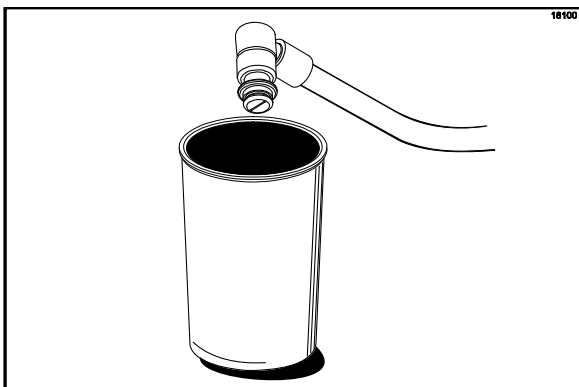

Abbildung 32
20. Anschließend muss jeder Sirupgeschmack vorgepumpt werden, um die Luft aus den Sirupleitungen herauszupressen. Zum Vorpumpen die Sirupleitung jeweils über einem leeren Becher nach oben halten. (Siehe Abbildung 32.)